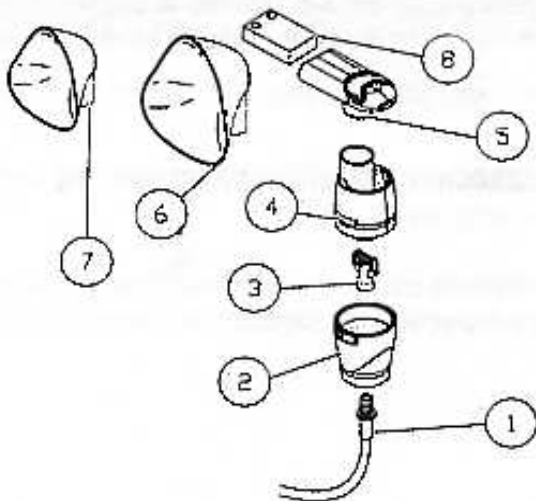

Abb. 1 Hi-Flo Verneblerset
3.1 Zusammenbau "Schritt für Schritt", Abbildung 1 und 2
- a. Stecken Sie den Anschlusschlauch (1) mit leichter Drehung in den Schlauchanschluss (9) des Kompressors. Schließen Sie das andere Ende an den Vernebler (2) an.
- b. Öffnen Sie den Vernebler, indem Sie das Oberteil (4) gegen den Uhrzeigersinn drehen.
- d. Schließen Sie den Vernebler sorgfältig und achten Sie darauf, dass Flüssigkeits- und Luftkegel (3) genau abschließen.
- e. Die Inhalation kann mit einem Mundstück (5), Nasenstück (5+8), einer Kindermaske (7) oder einer Erwachsenenmaske (6) erfolgen.
- g. Zum Ein- und Ausschalten den Schalter (10) auf I oder 0 stellen und den Gerätestecker aus der Netzsteckdose ziehen.